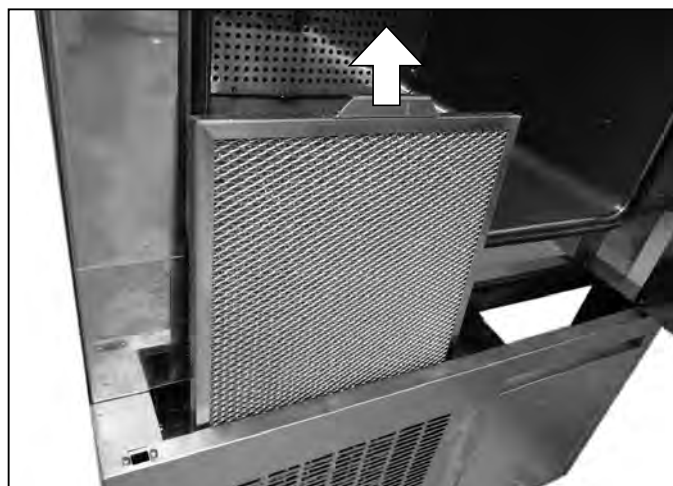

Fig. 42 Estrarre il filtro dell'aria
3. Estrarre il filtro tirandolo verso l'alto dalla maniglia (Fig. 42).